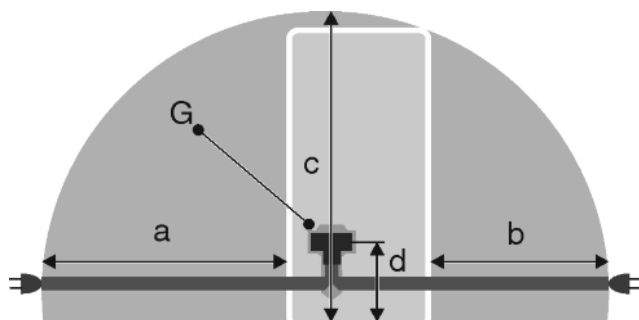

Fig. 26
- Priza se află în afara zonei părții posterioare a aparatului în zona dată Fig. 26 (a, b, c).
- ▶ Cuplați fișa aparatului Fig. 26 (G) pe partea posterioară a aparatului. Acordați atenție fixării corecte în poziție.